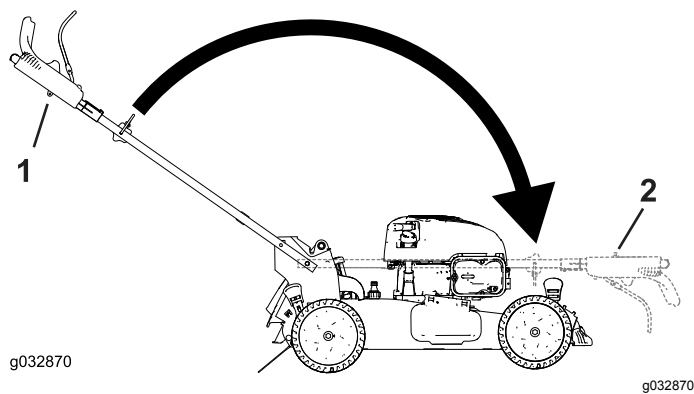

Figura 21
2. Doble el manillar girándolo hacia adelante (Figura 21).